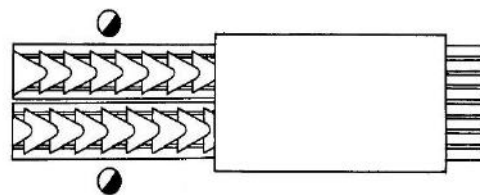

Bild 2
9. Si los cuerpos de los sombreros se introducen en la máquina en dos líneas, y si se crocean después de cada paso, como se hace normalmente al asentarse, se trabajará con dos operarios, por lo que cada persona croará la línea que se muestra hacia él, como se muestra en la ilustración 2.